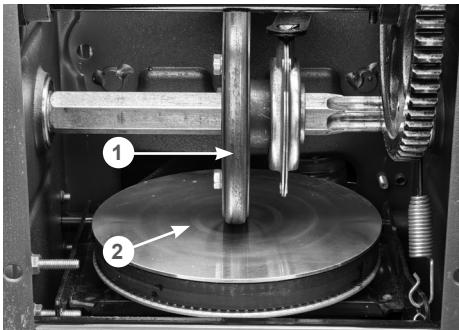
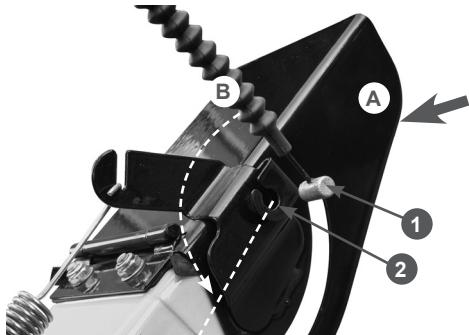

Рис. 13. Проверка нейтрального положения фрикционного колеса
Рис. 16. Установка наконечника троса управления дефлектором жёлоба
- проверьте положение фрикционного колеса 1 относительно ведущего диска 2 (Рис. 16). Плоскость вращения фрикционного колеса 1 должна находиться точно по центру (оси вращения) ведущего диска 2 (Рис. 13);
- вставьте наконечник 1 троса в кронштейн 2 до упора, одновременно продевая трос через прорезь в кронштейне (действие А), после чего прополните трос в кронштейне на 90 градусов (действие В), как показано на Рис. 16;